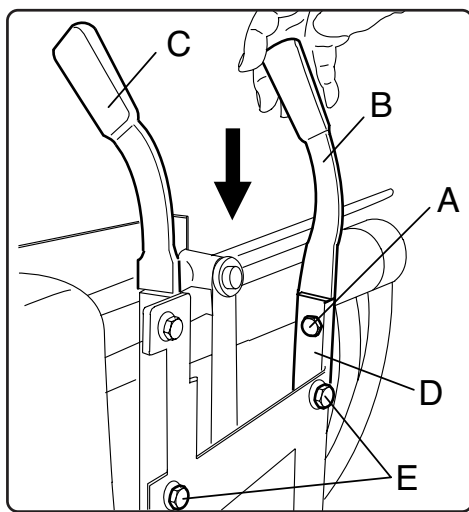

Abb. 4
2. Speisen Sie den Motor für ein oder zwei Sekunden mit der grünen Taste über dem Motor, so daß die Drehrichtung festgestellt werden kann. Falls der Motor nicht in die mit dem Pfeil auf der Schutzverkleidung angezeigte Richtung dreht, so muß der Stecker aus der Steckdose gezogen und zwei Pole müssen wie auf Abb. 4 gezeigt mit der Schraube vertauscht werden.
Die Steuerhebel und die jeweilige Schutzvorrichtung müssen wie unter Abbildung 4 und 5 montiert werden. Wie folgt vorgehen:
- die mitgegebenen Steuerhebel C und B in Pfeilrichtung auf die Stützplatte D wie auf Abbildung 4 einführen: